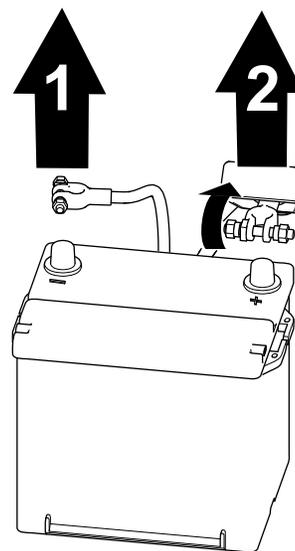

図 62
1. バッテリー端子から、マイナスケーブルを外す 図 62。
2. バッテリーのプラスケーブルについている絶縁カバーを外して、プラスケーブルをバッテリーから外す 図 62。